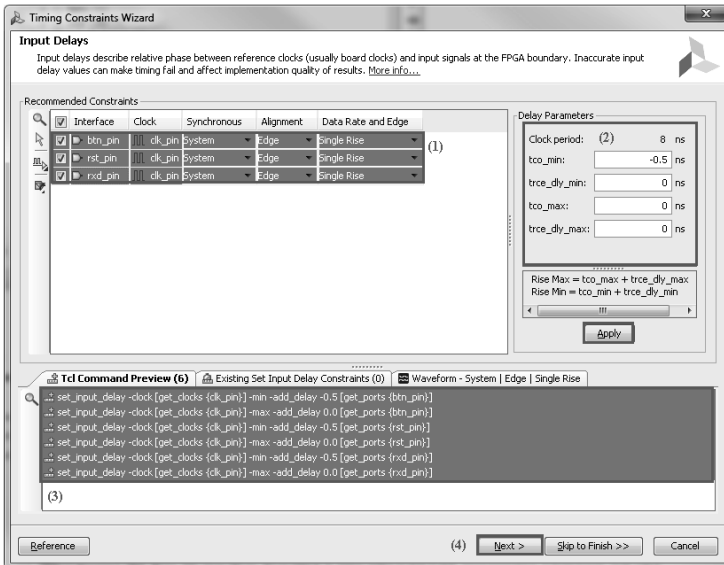

Рисунок 6.13 - Завдання входних затримок для btn\_pin, rst\_pin і rxd\_pin
4. Натисніть *Next* (рис. 6.13).